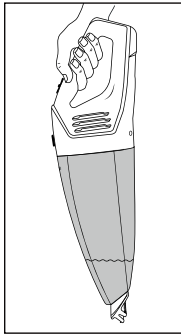

Abb. 2
① Hinweise zum Saugen von Flüssigkeiten
- Wenn Sie Flüssigkeiten aufgesaugt haben, tragen Sie das Gerät immer mit der Nasssaugdüse ❶ nach unten weisend (siehe Abb. 2):